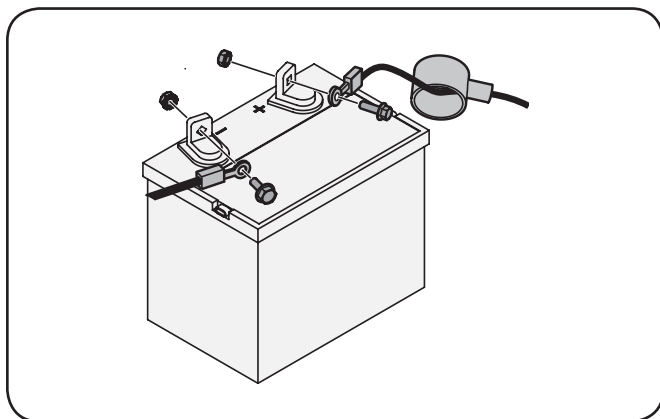

Figura 3-1
1. Quite la cubierta de plástico, si está presente, desde la terminal de la batería positivo y adjunta el cable rojo a la terminal de la batería positivo (+) con el perno y tuerca hexagonal. Ver Figura 3-1.
2. Quite la cubierta de plástico, si está presente, desde el borne negativo de la batería y conecte el terminal de cable negro al terminal negativo (-) con el perno y tuerca hexagonal. Ver Figura 3-1.